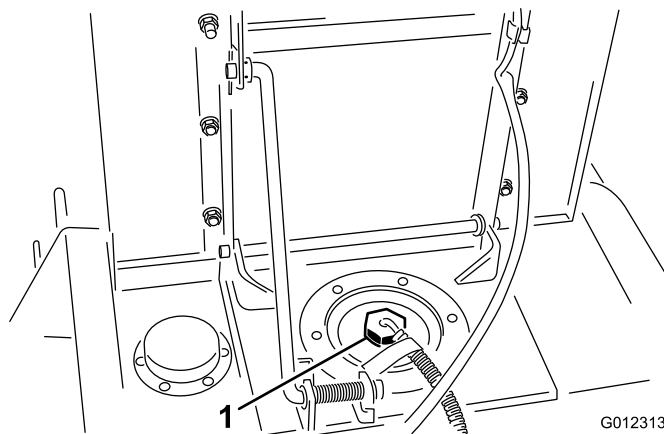

Figura 15
- B. Pulite attorno al tappo del serbatoio (Figura 15).